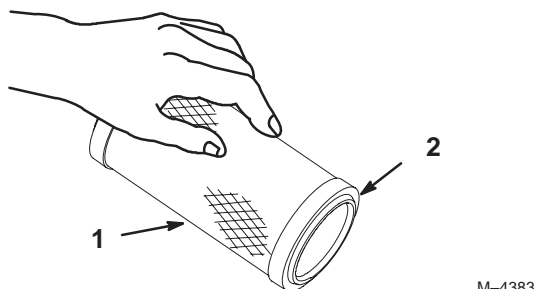

Figure 40
1. Tapotez doucement l'élément sur une surface plane pour faire tomber la poussière et la saleté (Fig. 40).